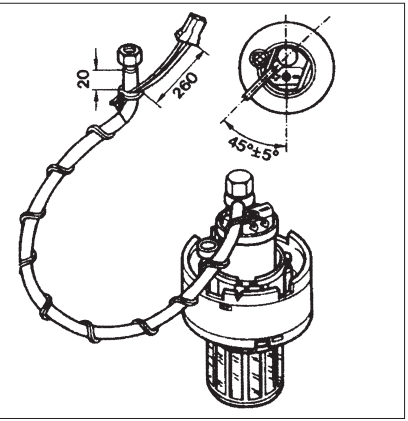

Abb. 5/ Fig. 5/ Puc. 5/图5
- **Audi four / live-cylinder with front-wheel drive** as shown in Fig. 5.
- Fix electric cables, depending on vehicle, as shown in Figs. 5, 6, 7 or 8. After tightening cable binders, cut off cable binde overlength.
- **Audi 4 cylindres / 5 cylindres avec traction avant**, selon fig. 5.
- Fixer les conduites électriques, selon le véhicule et selon les fig. 5, 6, 7 ou 8.
- Audi 4-цил. / 5-цил. с передним приводом,** как показано на рис. 5.